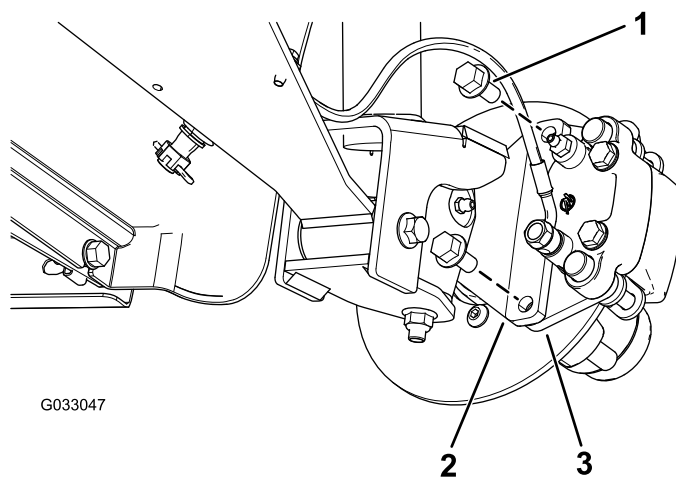
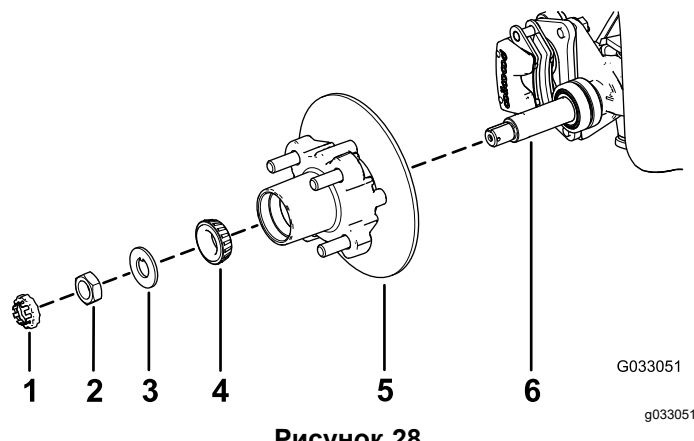

Рисунок 24
Рисунок 28
3. Выверните болты с фланцевыми головками ($\frac{3}{8} \times \frac{3}{4}$ дюйма), которые крепят кронштейн тормоза в сборе к оси, и отделите тормоз от оси (Рисунок 24).
1. Нанесите тонкий слой консистентной смазки указанного типа на ось (Рисунок 28).
2. Установите ступицу и тормозной диск на ось так, чтобы тормозной диск был внутри (Рисунок 28).
3. Установите наружный подшипник на ось и в наружное кольцо (Рисунок 28).
4. Установите стопорную шайбу на ось (Рисунок 28).
поворачивая ступицу так, чтобы подшипник был посажен на место (Рисунок 28).
2. Совместите тормозные колодки с обеих сторон тормозного диска (Рисунок 24) с отверстиями в кронштейне суппорта и отверстиями в креплении тормоза на цапфе (Рисунок 28).
3. Закрепите кронштейн суппорта на цапфе (Рисунок 24) с помощью 2 болтов с фланцевыми головками ($\frac{3}{8}$ x $\frac{3}{4}$ дюйма).